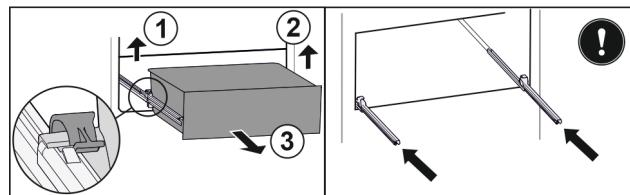

Fig. 39\*
- Приподнимите левый зажим и одновременно вытяните движением вперед выдвижной ящик слева Fig. 39 (1).\*
- Приподнимите правый зажим и одновременно вытяните движением вперед выдвижной ящик справа Fig. 39 (2).\*
- Извлеките выдвижной ящик движением вперед Fig. 39 (3).\*